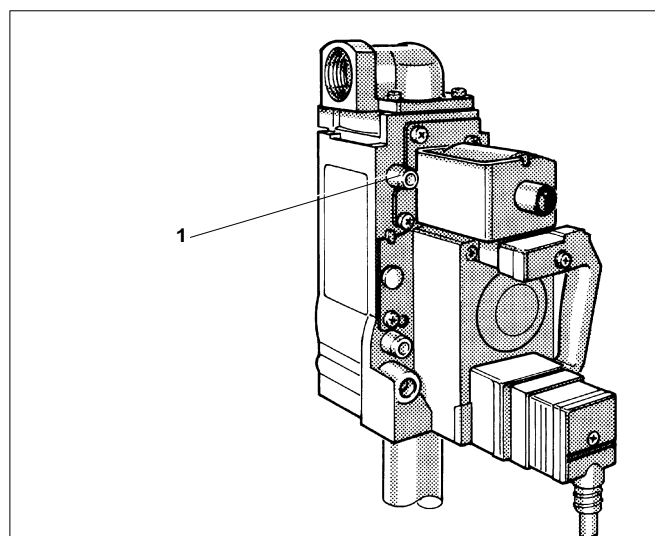

Fig. 24 Bloc gaz "Honeywell" VR 4605
- Purger l'arrivée de gaz : Desserrer de deux rotations la vis de fermeture de l'embout de contrôle pour la pression de raccordement et la purge (fig. 24, **pos. 1**) sur la robinetterie du brûleur. Dès qu'il n'y a plus d'air resserrer le vis de fermeture de l'embout de contrôle.